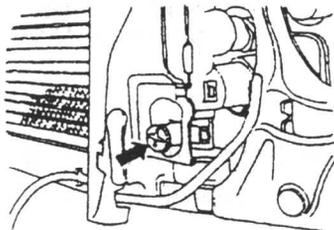

图 1.4 拆下散热器放水堵
- (7) 拆下散热器放水堵，如图 1.4 所示，放出发动机冷却液，以便下次再用。